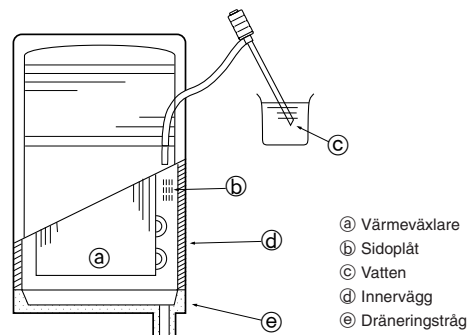

Fig. 5-2
5.2. Dräneringskontroll (Fig. 5-2)